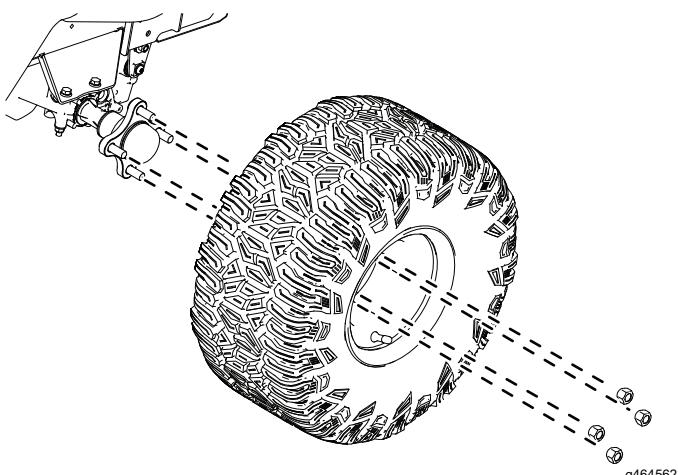

Figure 4
10. Déposez les roues arrière comme montré à la Figure 4.
1. Reposez les roues arrière comme montré à la Figure 4.